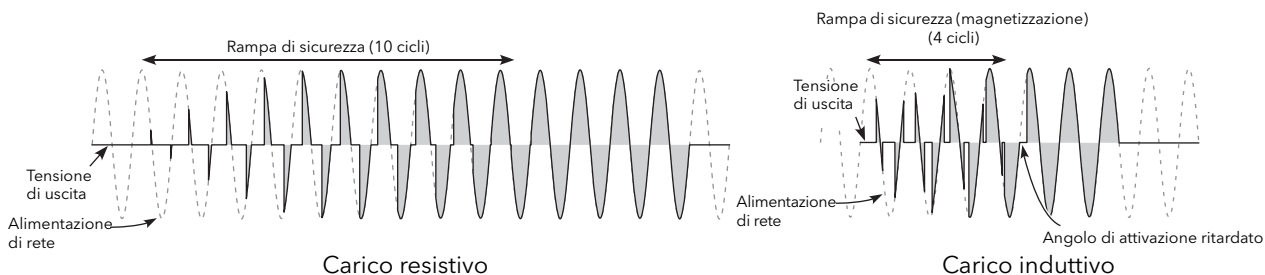

Figura 87 Esempi di rampa di sicurezza (accensione a treno di impulsi)
- Safety Ramp (Rampa di sicurezza)** Visualizza la durata della rampa di sicurezza, in cicli di tensione di alimentazione (da 0 a 255), da applicare all'accensione. La rampa è una rampa ad angolo di fase da zero all'angolo di fase target richiesto o, nel caso dell'accensione a treno di impulsi, da 0 a 100%; vedere Figura 87. La Rampa di sicurezza non è applicabile alla modalità a mezzo periodo intelligente (IHC).